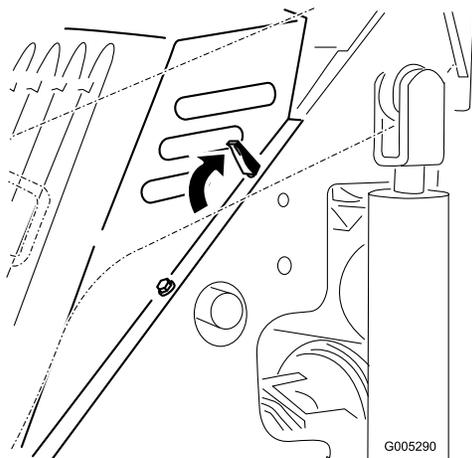

Рисунок 19
4. Освободите 4 фиксирующих лепестка (Рисунок 19).
1. Расположите капот над рамой машины так, чтобы штыри капота вошли в отверстия рамы (Рисунок 19).
2. Закрепите капот, задвинув фиксирующие лепестки вперед и вниз (Рисунок 19)